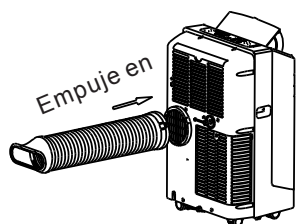
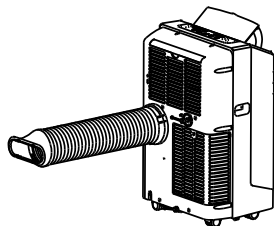

Fig. 19
Fig.20
2. Instale la manguera flexible de Desagüe como lo demostrado en las Fig. 19 y Fig. 20..